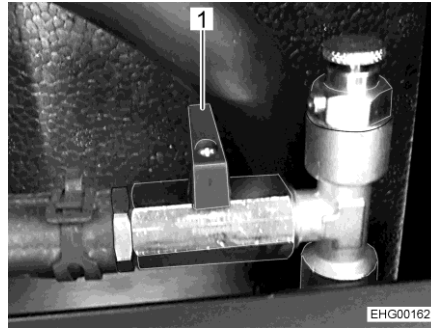

Fig. 186 Rubinetto a sfera (chiuso)
- Posizionare la leva (Fig. 186,1) verticalmente rispetto alla tubazione.